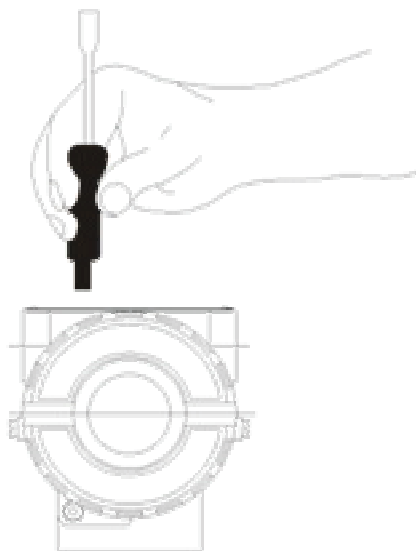

Рисунок 4.2 – Местная настройка нуля и промежутка
- Вставьте магнитный инструмент в отверстие настройки НУЛЯ (см. Рисунок 4.2)